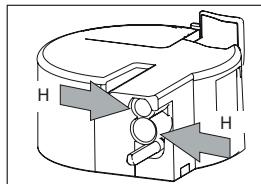
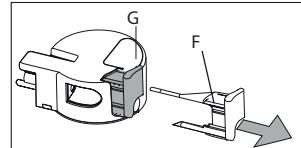

Fig. 46
Fig. 47
- Sfilare il cursore (F) tirandolo verso l'esterno.
- Lavare accuratamente tutti i componenti con acqua calda e detersivo delicato. Prestare una particolare attenzione che al l'interno dei fori (Fig. 46) e sul canale situato sulla punta sottile del cursore non rimangano residui di latte (Fig. 47).